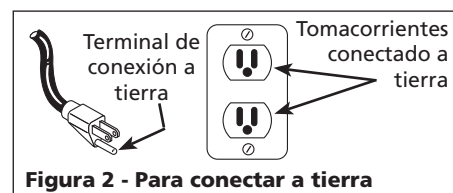

Figura 2 - Para conectar a tierra
4. Este producto se debe usar con circuitos de 120 voltios y tiene un enchufe similar al de la Figura 2. Cerciérese de que lo ha conectado a un tomacorrientes similar al enchufe. Este producto se debe conectar a tierra. En caso de que ocurra un cortocircuito, ésto evitaría el riesgo de choque eléctrico al ofrecerle un cable de desvío a la corriente eléctrica. Este producto tiene un cordón con un alambre y terminal de conexión a tierra.